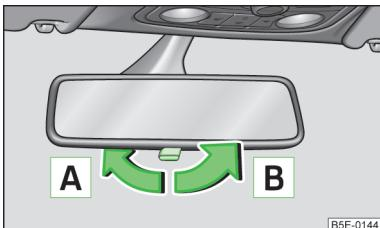

Fig. 43
- Para que el retrovisor no deslumbre, ajuste la palanca en el borde inferior del retrovisor en dirección al parabrisas; flecha **A** » fig. 43.